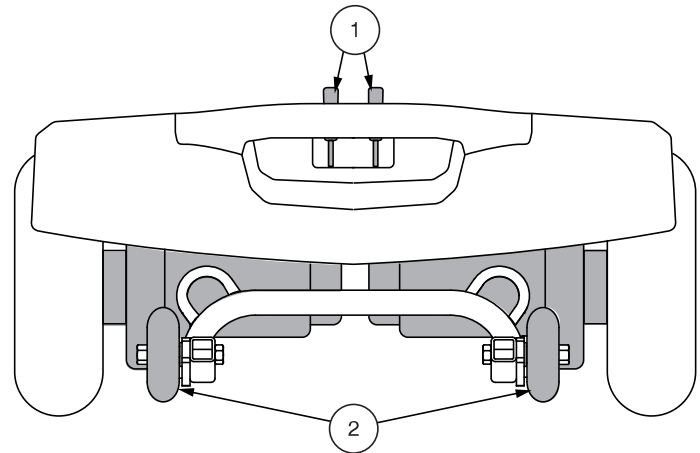

Figure 9. Section arrière - Jazzy ZTS
Votre Travel Scooter est équipé de deux leviers d'embrayage manuel « pour passer au neutre » un sur chaque moteur. Ces leviers vous permettent de débrayer les moteurs de la boîte de vitesse, afin de pouvoir manoeuvrer votre Travel Scooter manuellement. Voir la figure 9.
1. Trouvez les leviers sur la section arrière de la Travel Scooter. **Voir la figure 9.**